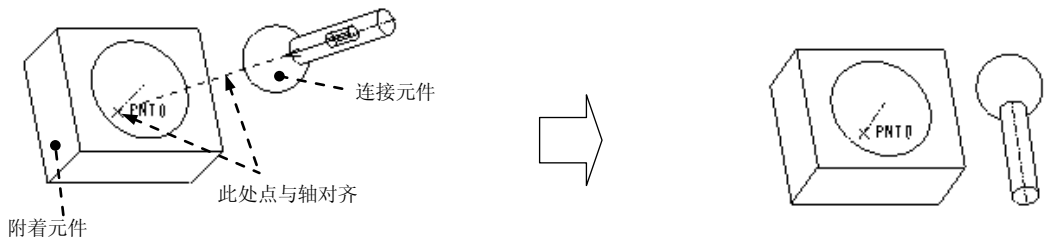

图 12.2.7 轴承（Bearing）接头
轴承接头是球接头和滑动杆接头的组合，如图 12.2.7 所示，在这种类型的接头中，连接元件既可以在约束点上沿任何方向相对于附着元件旋转，也可以沿对齐的轴线移动。
Step3. 创建轴承接头。在约束集选项列表中选取 **轴承** 选项，单击操控板菜单中的 **放置** 按钮，分别选取图 12.2.7 中的点和轴线（元件 MECH_BALL1.PRT 上的点 PNT0 和元件 MECH_BALL2.PRT 上的中心轴线）。